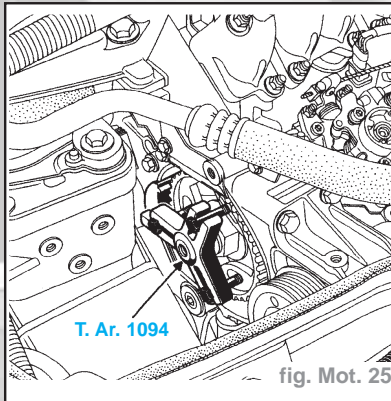

fig. Mot. 25
**55 mm** de long afin de débloquer l'axe conique de la pompe du moyeu (fig. Mot. 25).